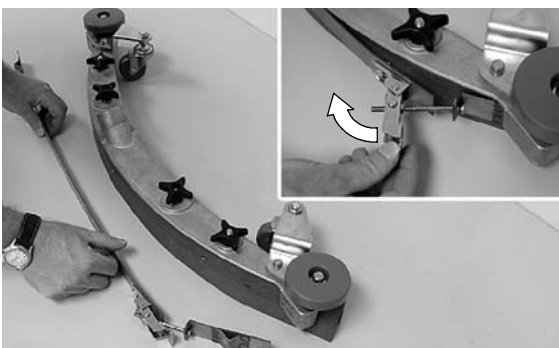

FIG. 60
- Détachez l'agrafe de la bande et retirez la bande du bloc de racloir (Figure 60).